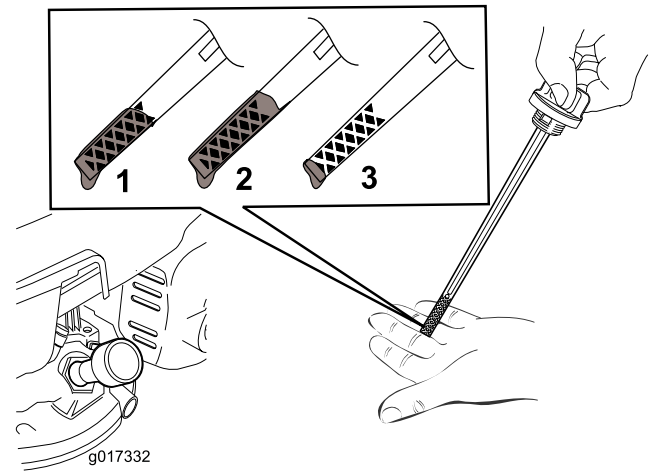

Figure 6
**Remarque:** Versez de l'huile dans le carter moteur jusqu'à ce que la jauge indique le niveau correct, comme montré à la Figure 6. Si vous remplissez excessivement le carter moteur, vidangez l'excédent d'huile comme expliqué à la section Vidange de l'huile moteur.
2. Retirez la jauge (Figure 6).